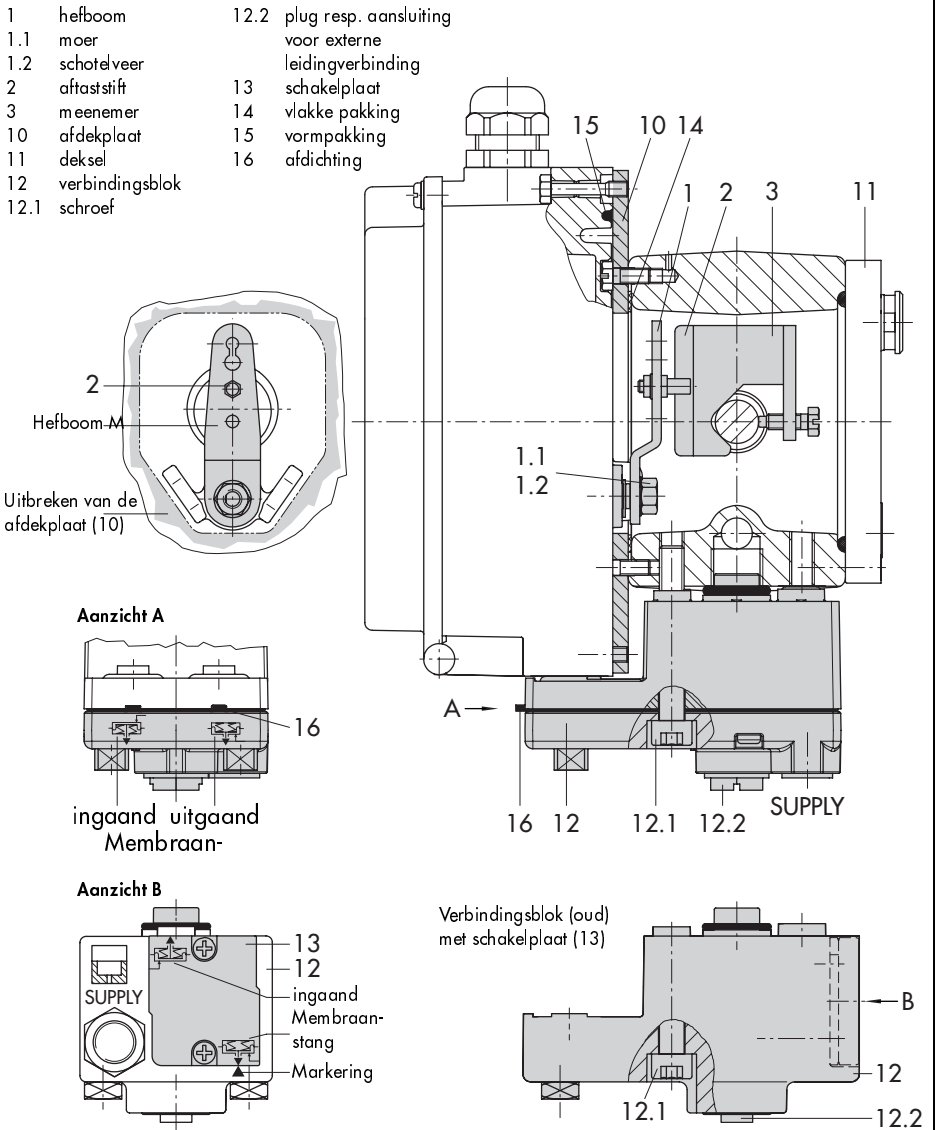

Fig. 4 · Directe aanbouw – steldrukaansluiting voor aandrijving type 3277 met 240, 350 en 700 cm2
1. Meenemer (3) op de aandrijfstang plaatsen, uitrichten en zodanig vastschroeven dat de bevestigingsschroef in de groef van de aandrijfstang valt.
2. Afdekplaat (10) met smalle zijde van de uitsparing (fig. 4 links) in de richting van de steldrukaansluiting bevestigen, de opgeplakte vlakke pakking (14) moet naar het juk wijzen.
3. Bij aandrijvingen met 700 cm2 op hefboom M (1) op de achterzijde van de klepstandsteller de aftaststift (2) uit stiftpositie 35 losmaken en in het gat voor stiftpositie 50 plaatsen en vastschroeven.
Bij het oude verbindingblok (fig. 4 onder) moet de schakelplaat (13) zodanig worden gedraaid, dat het bijbehorende aandrijfsymbool naar de pijlmarkering is uitgericht.
7. Verbindingsblok (12) met zijn afdichtingen op de klepstandsteller en aandrijfjuk plaatsen en met bevestigingsschroef (12.1) vastzetten. Bij aandrijving "membraanstang ingaand" bovendien de pluggen (12.2) verwijderen en de externe steldrukleiding monteren.
8. Deksel (11) aan de tegenoverliggende zijde monteren.